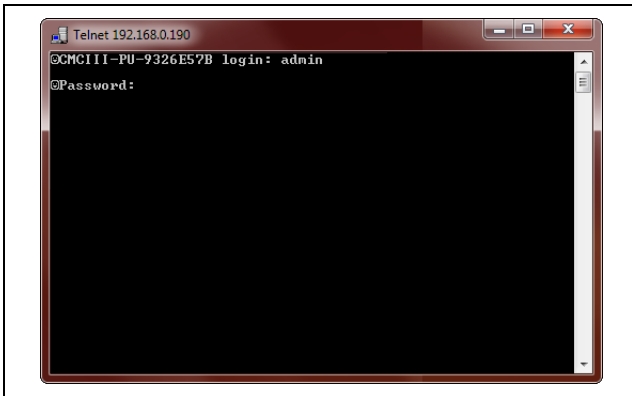

Рис. 12: Запрос авторизации
- Для отображения запроса авторизации один раз нажмите клавишу "Enter". Появится запрос авторизации для Telnet-подключения (рис. 12).